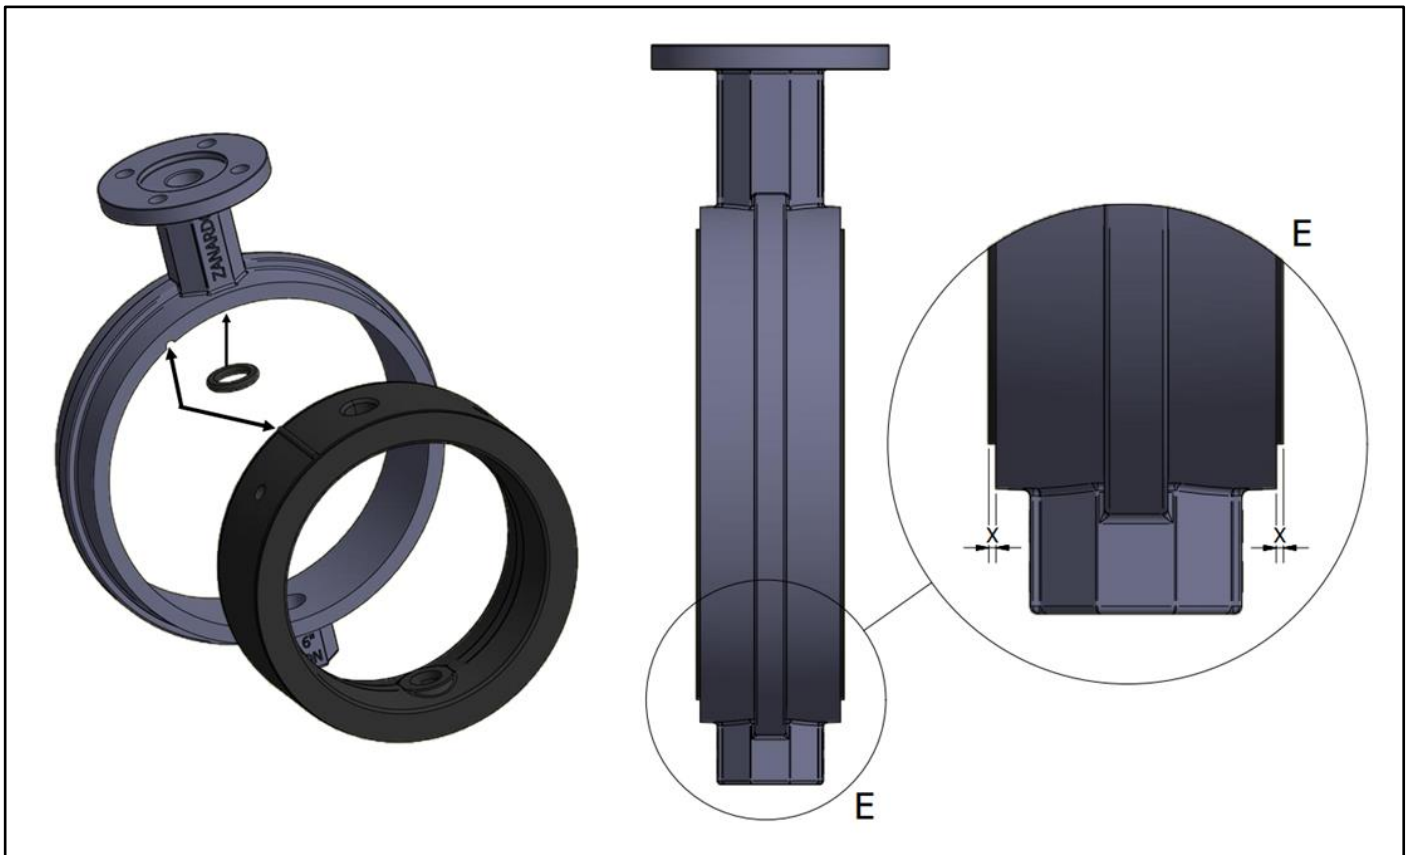

Figura 5 - Imagem ilustrativa
- 1º Retire o *parafuso trava do disco (5)*.
- 2º Com auxílio de uma "saca eixo" retire o *eixo passante (3)* através do furo roscado em sua face.
- 3º Retire o *disco obturador (2)* da válvula.
- 4º Retire a *vedação lock steel (4)* e o *anel de vedação (6)* do *corpo (1)* da válvula.
- 5º Efetue a limpeza do *corpo (1)* da válvula, *disco obturador (2)* e *eixo passante (3)*.
- 6º Coloque o novo *anel de vedação (6)* em sua posição original.
- 7º Coloque a nova *vedação (4)* em sua posição original. Conforme demonstrado na figura 5 na pag. 5.
- 8º Coloque o *disco obturador (2)* na posição aberto, até o centro do *corpo (1)* da válvula
- 9º Lubrifique com vaselina a base de água o *eixo passante (3)* e coloque observando a posição do alojamento do parafuso (5) para que fique posicionado no lado do furo roscado do disco obturador (2).
- 10º Coloque o *parafuso trava do disco (5)*, recomendamos utilizar cola trava baixo troque neste processo.
Coloque a nervura da vedação alinhada com o canal do corpo da válvula, para que se mantenha o alinhamento correto da vedação, prensar a vedação até centralizá-la com o corpo mantendo a vedação com a mesma distância nos dois lados do corpo conforme a cota X na figura-5 abaixo: